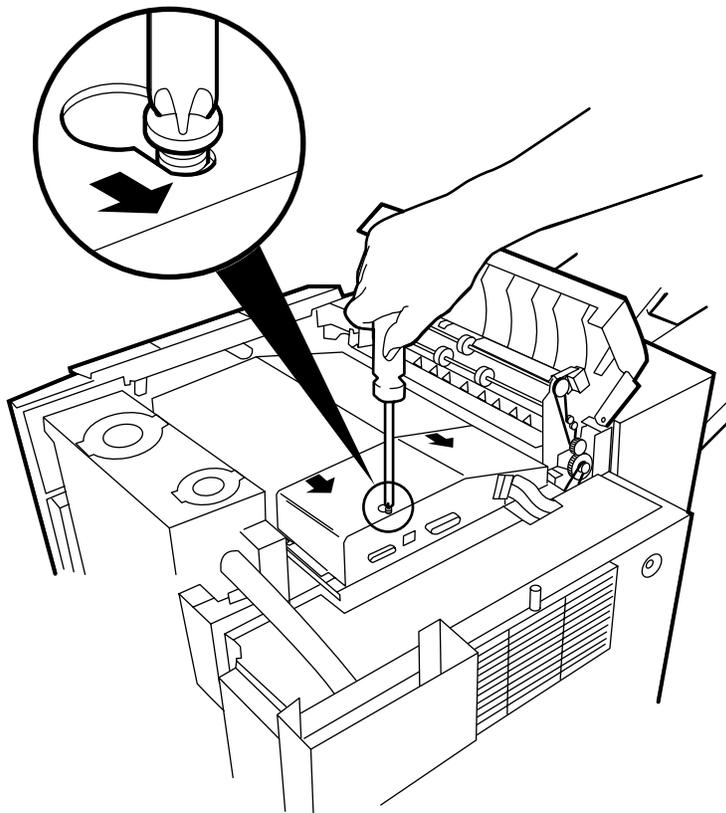

Abbildung 4-38 Speicherabdeckung entfernen
5. Lösen Sie die obere Schraube der Speicherabdeckung, und schieben Sie die Abdeckung nach hinten (siehe Abbildung 4-38).